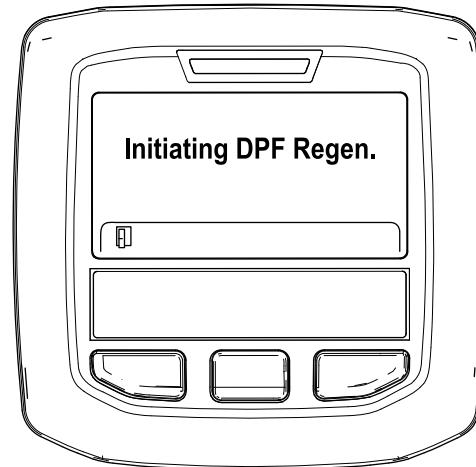

Figura 52
- Viene visualizzato il messaggio "Inizializzare Rigen. FAP" (Figura 52).